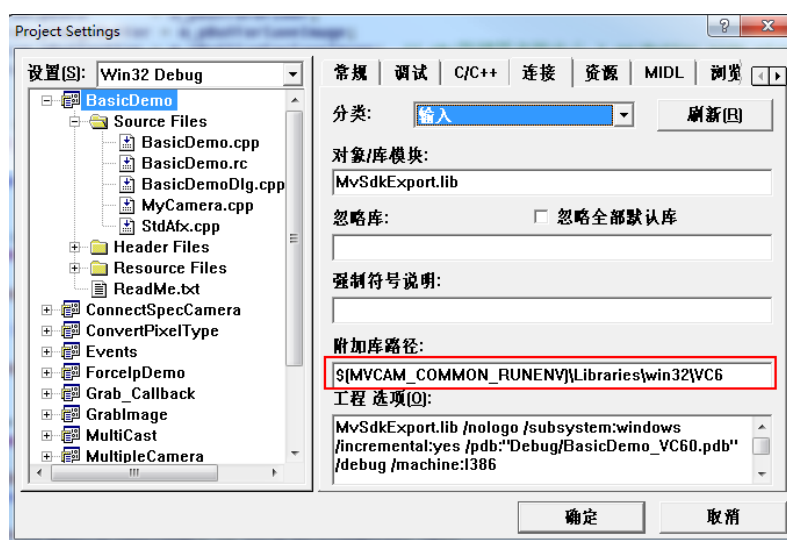
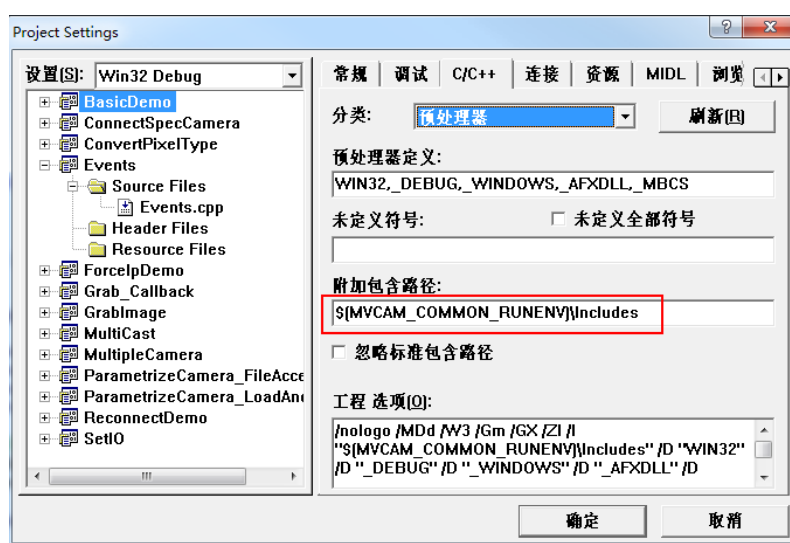

图2-33 加入 MvSdkExport.lib 文件
图2-34 加入 MvSdkExport.h 文件
1. 创建 VS 工程并添加引用，加入 MvSdkExport.lib 和 MvSdkExport.h 到工程中，如图 2-34 和图 2-33 所示；